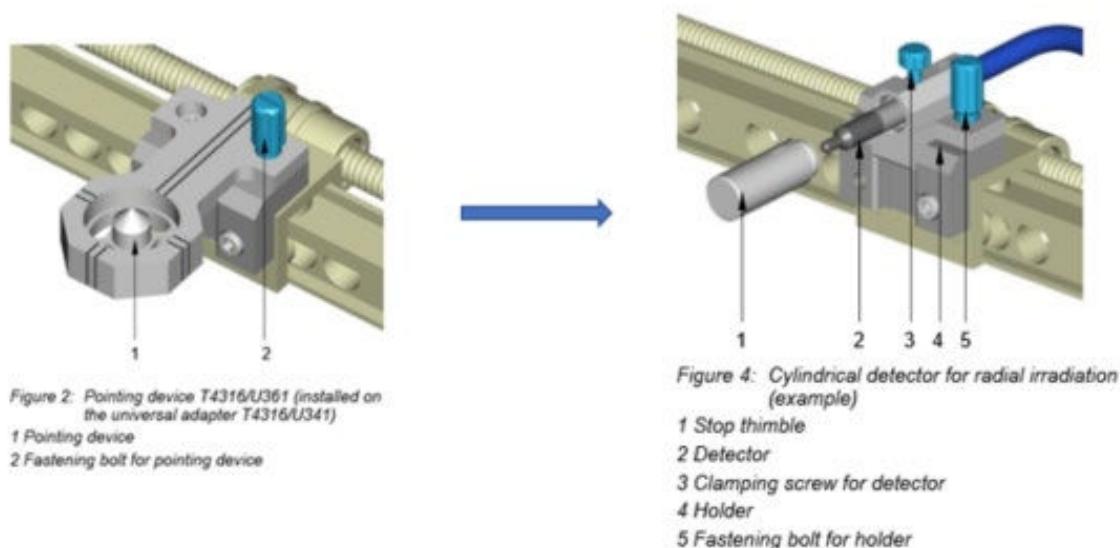

図 1-23。PTW 社製 31022 電離箱
8. ポインティングデバイスを PTW 社製 31022 電離箱と交換します（図 1-23 を参照）。